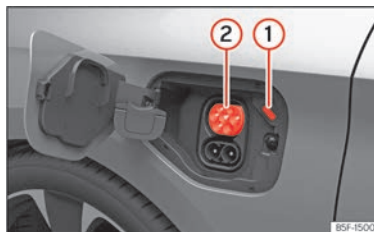

Abb. 58 Hinter der Batterieladeflappe vorn links: Ladedose
»» (Abb. 58)
Die LED (Ladevorgangsanzeige) an der Ladedose blinkt oder blitzt weiß »» (Abb. 58) ① »» S. 89.